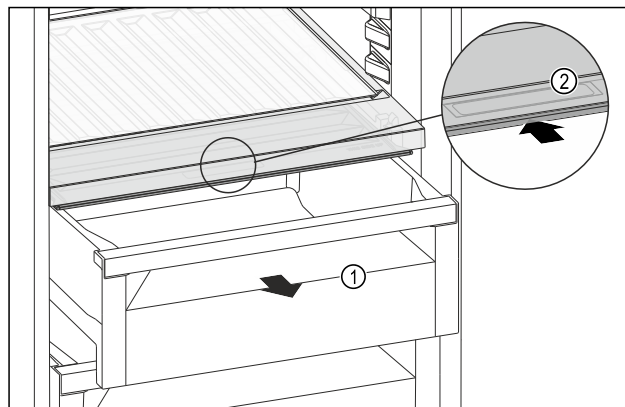

Fig. 239
- ▶ Izvucite ladicu Fig. 239 (1).